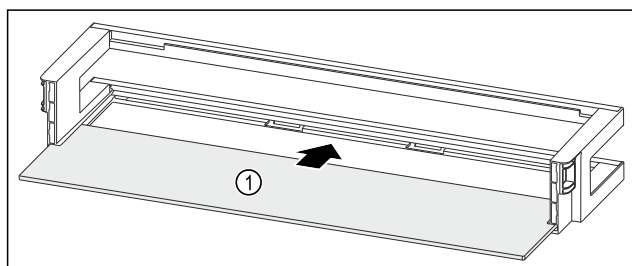

Fig. 94 Deurrek met draagplateau
- Draagplateau Fig. 94 (1) in de zijdelingse inkepingen schuiven.